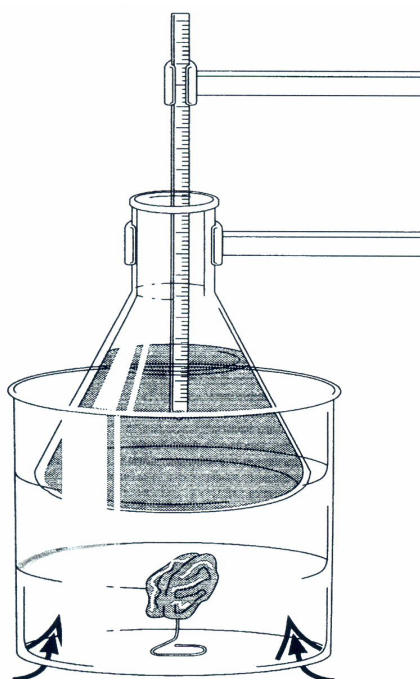

Figura 4.1
3. Colocar el clip como se muestra en la figura 4.1 para hacer un soporte para la nuez.
4. Montar el aparato como se muestra en la figura 4.1.
5. Encender la nuez y colocar por encima de ella el matraz con el agua como se muestra en la figura 4.1